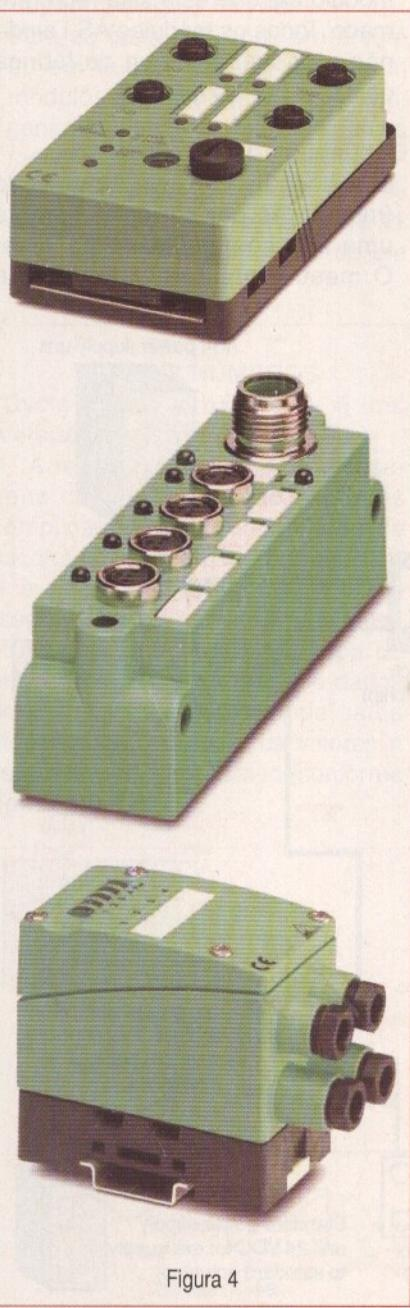

Figura 4
- Diversos geradores de sinais estão integrados no *chip* para as medidas, conforme mostra a **figura 4**.
Módulos PASSIVOS: são módulos que apenas distribuem os sinais do cabo AS-i, fazendo com isso que os sensores e atuadores a ele ligados devam possuir o *chip AS-i* integrado. Observamos nas **figura 4** três tipos de módulos AS-i diferentes.